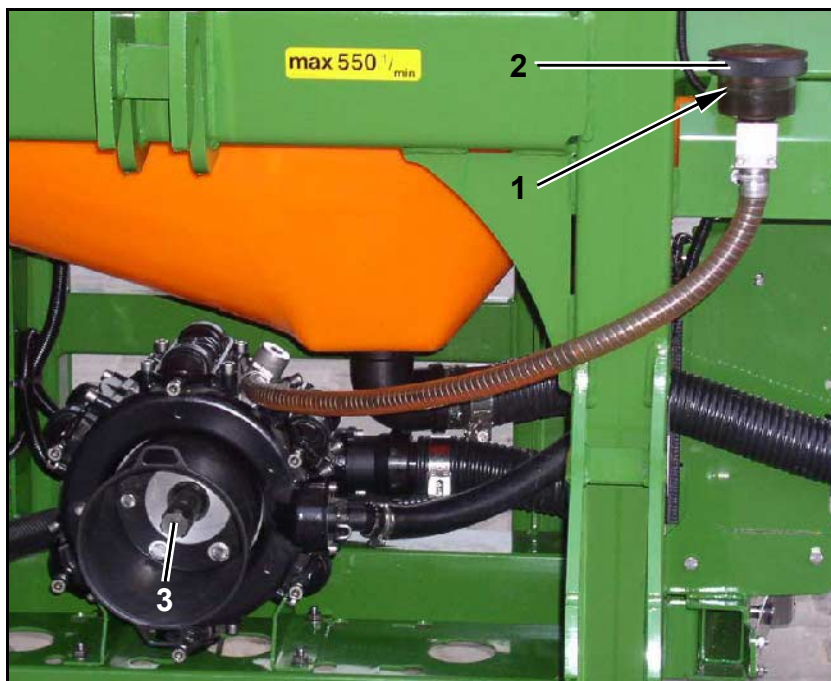

Bild 220
1. Kontrollera att oljenivån är vid markeringen (Bild 220/1) på siktglaset då kraftuttaget är urkopplat och sprutan står vågrätt.
2. Demontera locket (Bild 220/2) och fyll på olja om oljenivån ej syns vid markeringen (Bild 220/1).
2. Demontera locket (Bild 220/2).
- 3.2 Dra runt pumpaxeln (Bild 220/3) för hand tills all olja runnit ut.
5. Vrid pumpaxeln (Bild 220/3) växelvis åt höger och vänster och fyll långsamt på ny olja. Korrekt oljevolym är påfylld då oljenivån når upp till markeringen (Bild 220/1) på siktglaset.